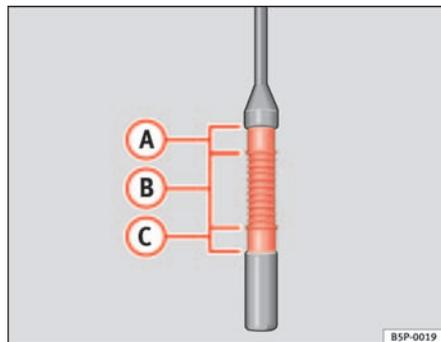

Fig. 160 Jauge d'huile-moteur
- Retirez de nouveau la jauge d'huile et lisez le niveau d'huile sur l'extrémité inférieure de la jauge ⇒ page 226, fig. 160.
Si le niveau d'huile se trouve dans la zone ⇒ page 226, fig. 160 **(A)**, il ne faut pas faire d'appoint d'huile.